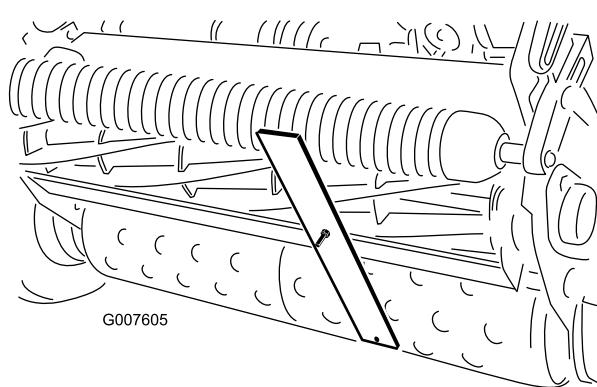

Figura 50
- Agganciate la testa della vite sul tagliente della controlama, e appoggiate la parte posteriore della barra sul rullo posteriore (Figura 50).